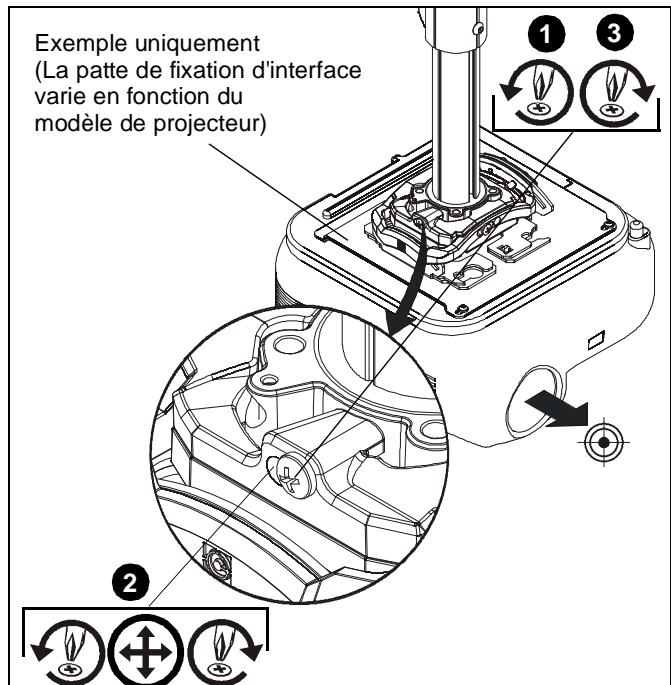

Figure 6
1. Desserrez la vis de blocage du réglage du lacet à l'aide d'un tournevis Phillips 2. (See Figure 6)
2. Tournez la vis de réglage micrométrique du lacet vers la droite ou la gauche à l'aide d'un tournevis Phillips 2 jusqu'à ce que l'image soit correctement alignée sur la cible. (See Figure 6)
3. Resserrez la vis de blocage du réglage du lacet à l'aide d'un tournevis Phillips 2. (See Figure 6)